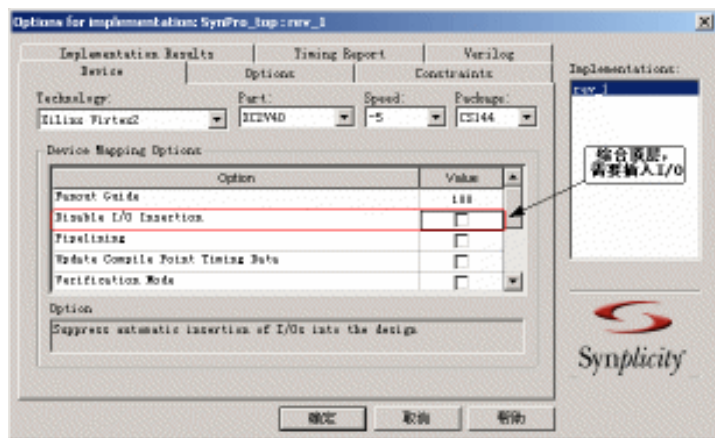
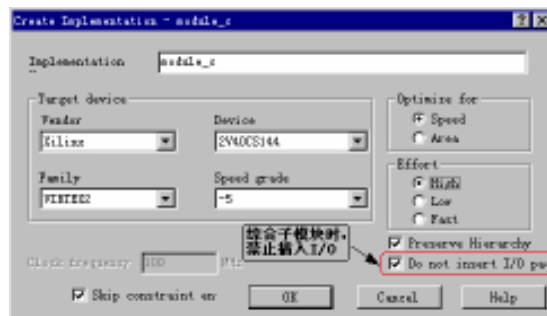

图8-8 使用 Synplify Pro 综合顶层模块时的参数设置
图8-11 使用 FPGA Express 综合子模块时的参数设置
- (1) 创建 Modular Design 工作目录。虽然顶层模块和子模块的全部设计工作都将由读者一人完成，但是如上节所述，创建合理的工作目录是 Modular Design 的一个重要设计步骤。为了叙述方便起见，请读者完全按照附带光盘“Example-8-1\Modular_Design”下的目录组织结构创建自己的工作路径。
- (2) 设计输入。为了节约时间，笔者已经写好所有模块的源代码，请读者根据个人习惯将 VHDL 或 Verilog 源代码拷贝到自己创建的 Modular Design 工作目录下。源代码存放在本书附带光盘的“Example-8-1\source”目录中。
- (3) 综合顶层模块与所有子模块。需要注意的是仅在综合顶层模块时才插入 I/O 端口，在综合子模块时一律禁止插入 I/O。为了适应不同读者的需求，本书在综合 module_a 时使用了 Synplify Pro 综合工具；在综合 module_b 时使用了 XST 综合工具；在综合 module_c 时使用了 FPGA Express 综合工具，重点演示了如何允许、禁止插入 I/O 端口的选项。图 8-8~图 8-11 分别演示了顶层模块和子模块选用不同工具综合时的参数设置，供读者参考。